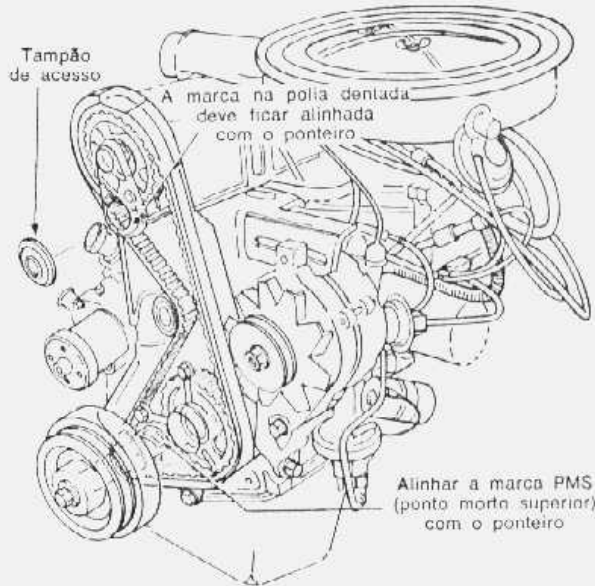

fig. 7 — verificação da sincronização da árvore comando de válvulas
1. Retirar o tampão de acesso da coberta da correia dentada (fig. 7).
3. Olhar através do orifício de acesso, na coberta da correia, para certificar-se de que a marca de sincronização da polia dentada da árvore de comando de válvulas esteja alinhada com o ponteiro existente no interior da coberta (fig. 7).